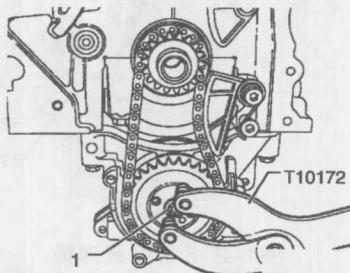

图1-2-10 固定机油泵驱动轴
④将机油泵驱动轴用固定支架T10172固定，如图1-2-10所示，将新的固定螺栓1用 $20\text{N}\cdot\text{m}$ 的力矩拧紧并继续转动 $1/4$ 圈（ 90° ）。